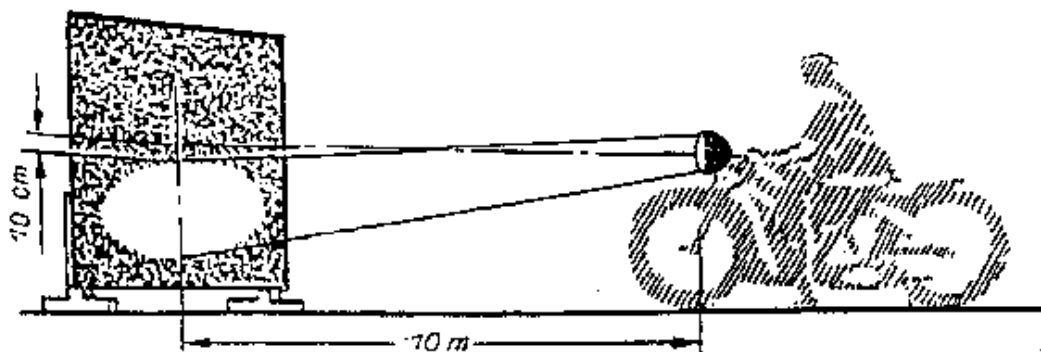

Bild 31
1. Das Motorrad mit Belastung wird auf einem ebenen Platz vor einer weißen Wand oder einem Lichtschein in einer Entfernung von 10 m bis zum Scheinwerferglas aufgestellt (Bild 31).